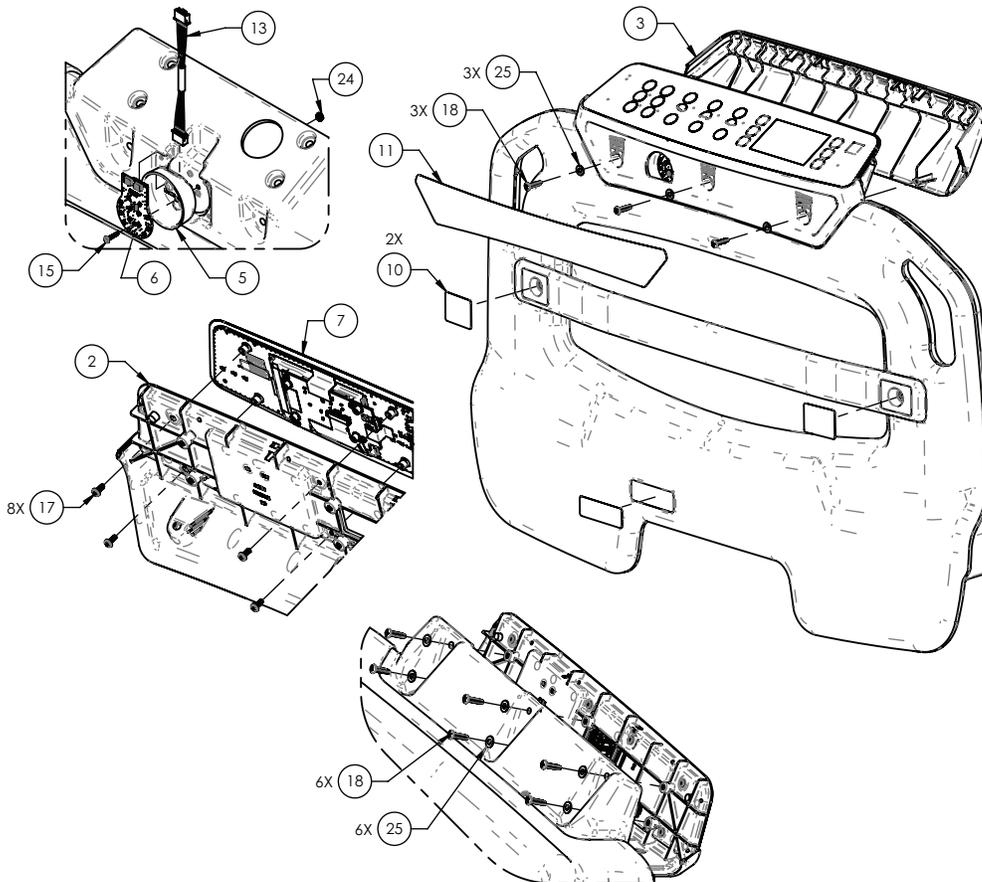

Figure 26 – Remplacement du clavier/de l'affichage du pied de lit
5. À l'aide d'un outil à pointe, retirer l'étiquette avant (11) du pied de lit (Figure 26).
6. À l'aide d'un tournevis cruciforme n° 2, retirer et conserver les trois vis (18) et rondelles (25) qui fixent le panneau arrière (3) au pied de lit (Figure 26).
7. Retirer et conserver le panneau arrière (3).
- À l'aide d'un tournevis cruciforme n° 2, retirer et conserver les six vis (18) et six rondelles (25) qui fixent le clavier/l'affichage (7) au pied de lit (Figure 26).
- Débrancher le câble du clavier/affichage et le câble lumineux du pied de lit iBed (13). Retirer et jeter le clavier/l'affichage (7) (Figure 26).